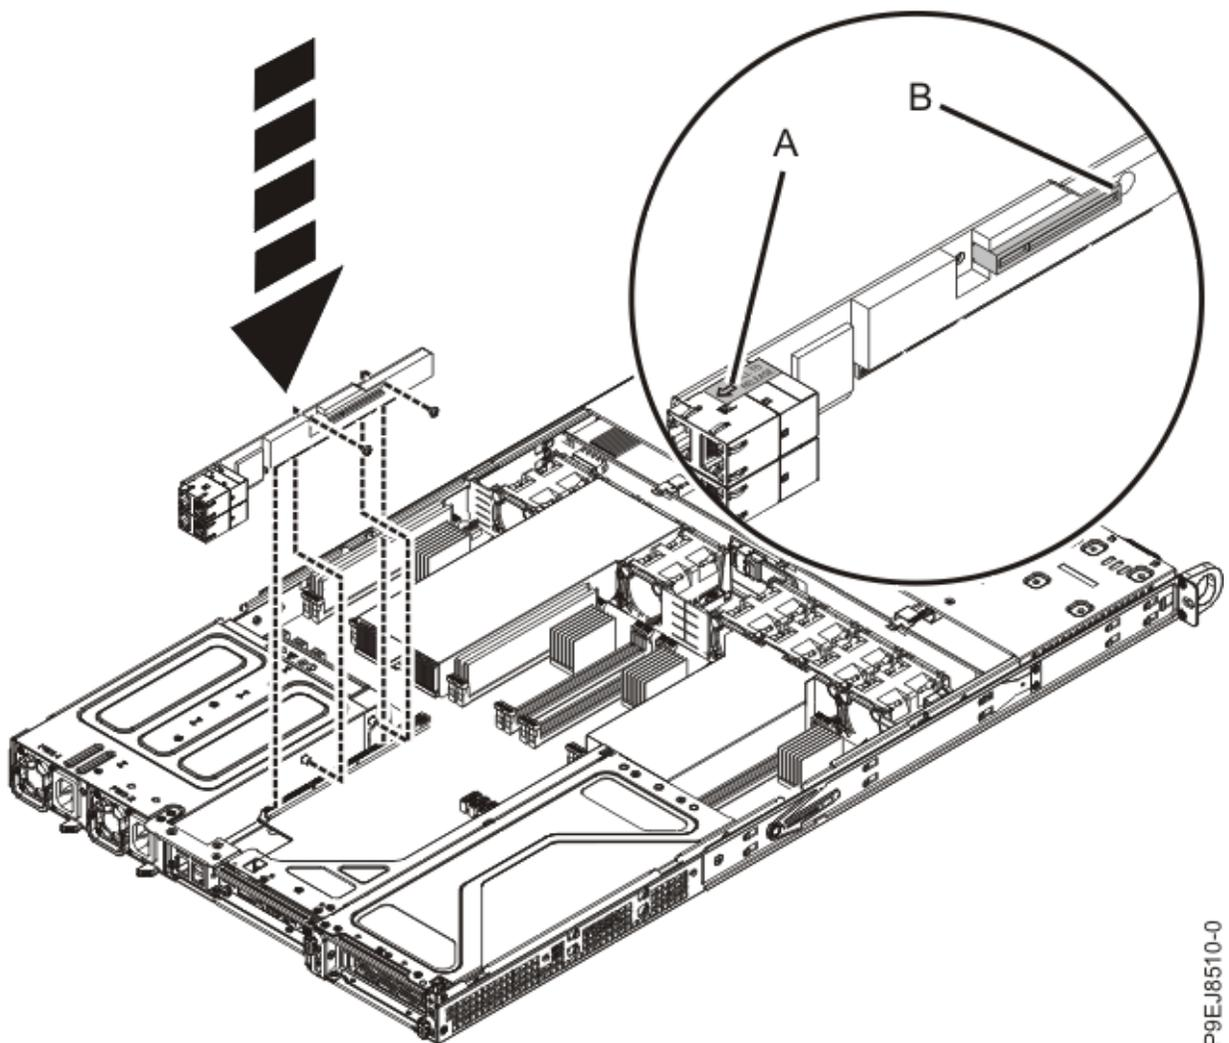

図 26 : PCIe アダプター・ライザーのねじの再取り付け
- b) PCIe ライザー・カードをシャーシに固定する 2 本のねじを再取り付けします (29 ページの図 26 を参照)。